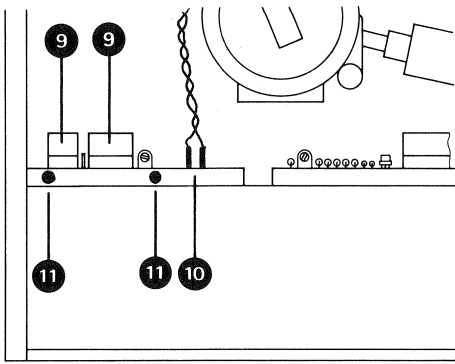
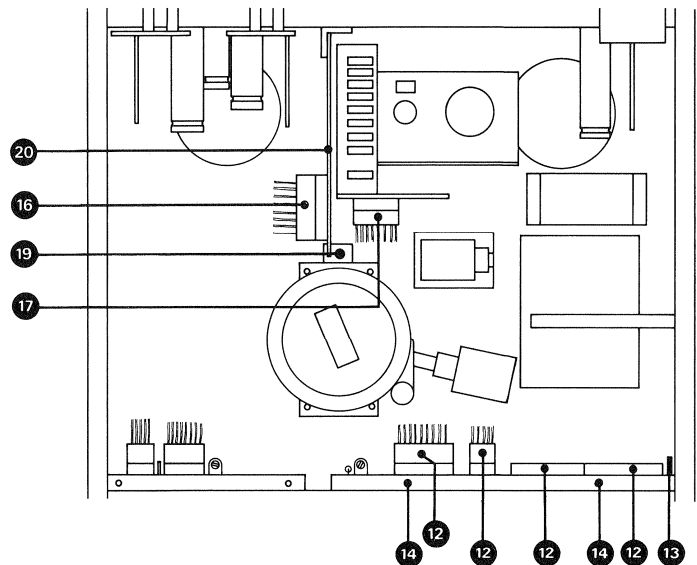

Fig. 2.3.-1
Fig. 2.4.-1
2.3. Ausbau der Tonmotor-Geschwindigkeitssteuerung (Fig. 2.3.-1)
- 2 Steckverbindungen (9) und 2 Amp-Stecker (10) ausstecken.
- 2 Schrauben (11) lösen.
2.4. Ausbau Laufwerksteuerung (Fig. 2.4.-1)
- 4 Steckverbindungen (12) und 4 Amp-Stecker (13) ausziehen.
- 2 Schrauben (14) lösen.
2.3. Removing the capstan motor speed control (fig. 2.3.-1)
- Unplug 2 connectors (9) and 2 AMP plugs (10).
- Remove 2 screws (11).